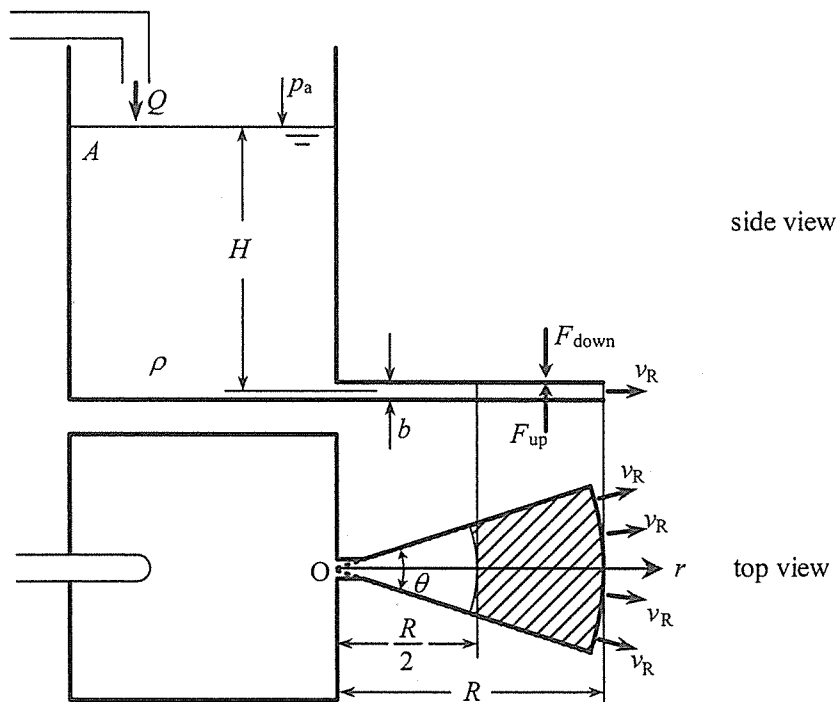

図1
Ⅰ 図1のように，タンクの中の水が，扇状の2枚の水平な平板の間から半径方向に大気中へ放出されている。タンクの上部より静かに体積流量 Q の水が供給されており，タンクの液面の高さは一定に保たれている。ここで，扇状平板の中心角と外縁部の半径と平板間距離をそれぞれ θ と R と b ，重力加速度を g ，大気圧を p_a ，水の密度を ρ とし，摩擦（損失）は無視できるものとする。次の (1) ~ (5) の問いについて答えよ。ただし，タンク上部の開口面積 A は扇状平板の出口の断面積 $\theta R b$ に対して十分大きく，かつ，扇状平板の出口からタンクの液面までの高さ H は平板間距離 b に対し十分に大きい ($H \gg b$) ものとする。また，扇状平板の間における鉛直方向と周方向の流れは無いものとする。
- (1) 扇状平板出口において半径方向に噴出する水の速度 v_R を， H と g を用いて表せ。
- (2) 体積流量 Q を g ， H ， θ ， R ， b を用いて表せ。
- (3) 図1のように扇状平板の中心 O から半径方向に座標 r を取り，半径 r における圧力を p_r とする。 p_r を p_a ， ρ ， g ， H ， R ， r を用いて表せ。
- (4) 2枚の扇状平板の上側の板において，半径 $R/2$ から R まで（図中の斜線部）の上面部分に大気圧によって鉛直下向きに加えられる力 F_{down} を p_a ， θ ， R を用いて表せ。
- (5) 2枚の扇状平板の上側の板において，半径 $R/2$ から R まで（図中の斜線部）の下面部分に水によって鉛直上向きに加えられる力 F_{up} を p_a ， θ ， R ， ρ ， g ， H を用いて表せ。